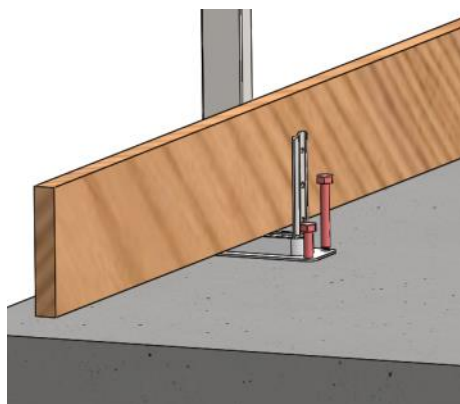

fig. 7
Montaggio (fig. 7 – 8 – 9)
- Utilizzando una piattaforma di lavoro in sicurezza, posizionare un primo montante accostandolo al bordo (fig. 7) del manufatto (**N.B.: il montante deve essere posizionato ad almeno una distanza di sicurezza di 5cm dal bordo**); iniziare quindi ad installare i 4 tasselli di fissaggio scelti in base alla tabella carichi riportata a pag 4 di tale manuale.